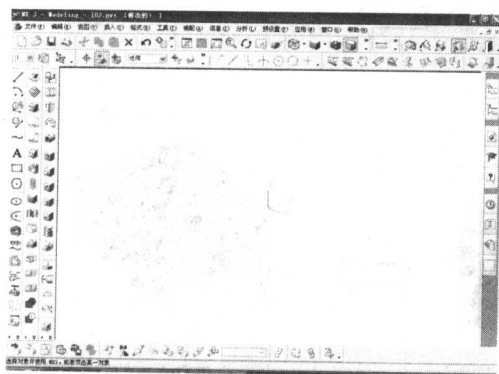
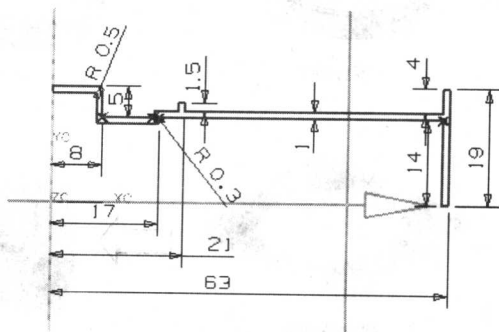

图 2-4 进入建模环境
图 2-5 绘制的草图轮廓
(3) 在【应用程序】工具条中单击【建模】按钮, 进入建模环境界面, 如图 2-4 所示。
(4) 在【成型特征】工具条中单击【草图】按钮, 进入二维草图绘制模块。
(5) 在悬浮的工具条中选择 ZC-YC 面, 单击【确定】按钮, 进行二维草图绘图。
(6) 绘图如图 2-5 所示的二维轮廓。
(7) 完成二维轮廓绘制后, 单击【完成草图】按钮, 返回实体编辑状态。